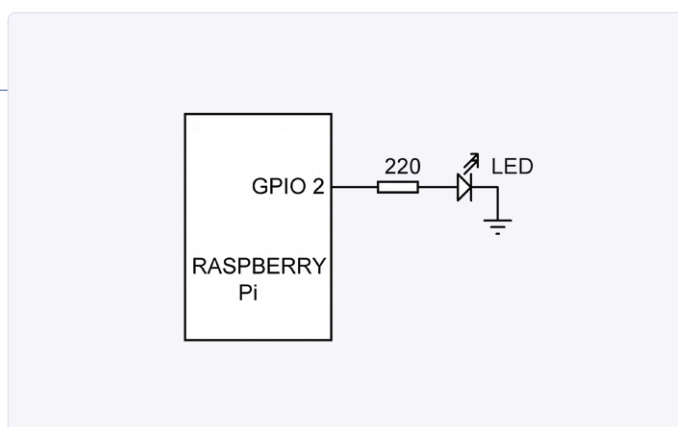
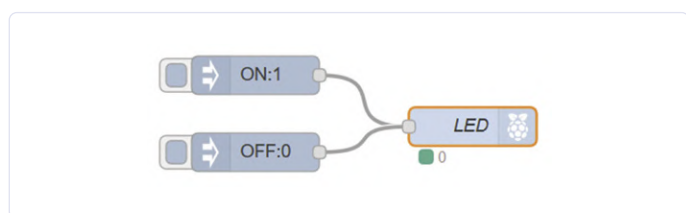

Figure 4. Schéma de l'exemple.
Figure 5. Diagramme du flux de l'exemple.
glissés-déposés puis connectés pour former un flux. La partie droite est la très utile zone d'information et de débogage. Le meilleur moyen de comprendre comment utiliser Node-RED est peut-être d'étudier un exemple simple. Dans cet exemple, une LED est connectée au GPIO 2 du RPi par une résistance de limitation de courant de 220 Ω (fig. 4). Nous commandons simplement la LED à partir d'un programme Node-RED. Les étapes sont les suivantes (voir le flux (= flow) fig. 5) :
- Cliquez, glissez et déposez un autre module d'*injection* (cf. fig. 5) et réglez sa *charge utile* sur 0 et son *sujet* sur OFF. Cliquez sur ce module, la valeur 0 sera affichée pour éteindre la LED.
- Cliquez, faites glisser et déposez un module de *sortie rpi gpio out* dans l'espace de travail. Ce module est utilisé pour envoyer des données numériques ou PWM à un port GPIO du RPi. Connectez le module (fig. 5).